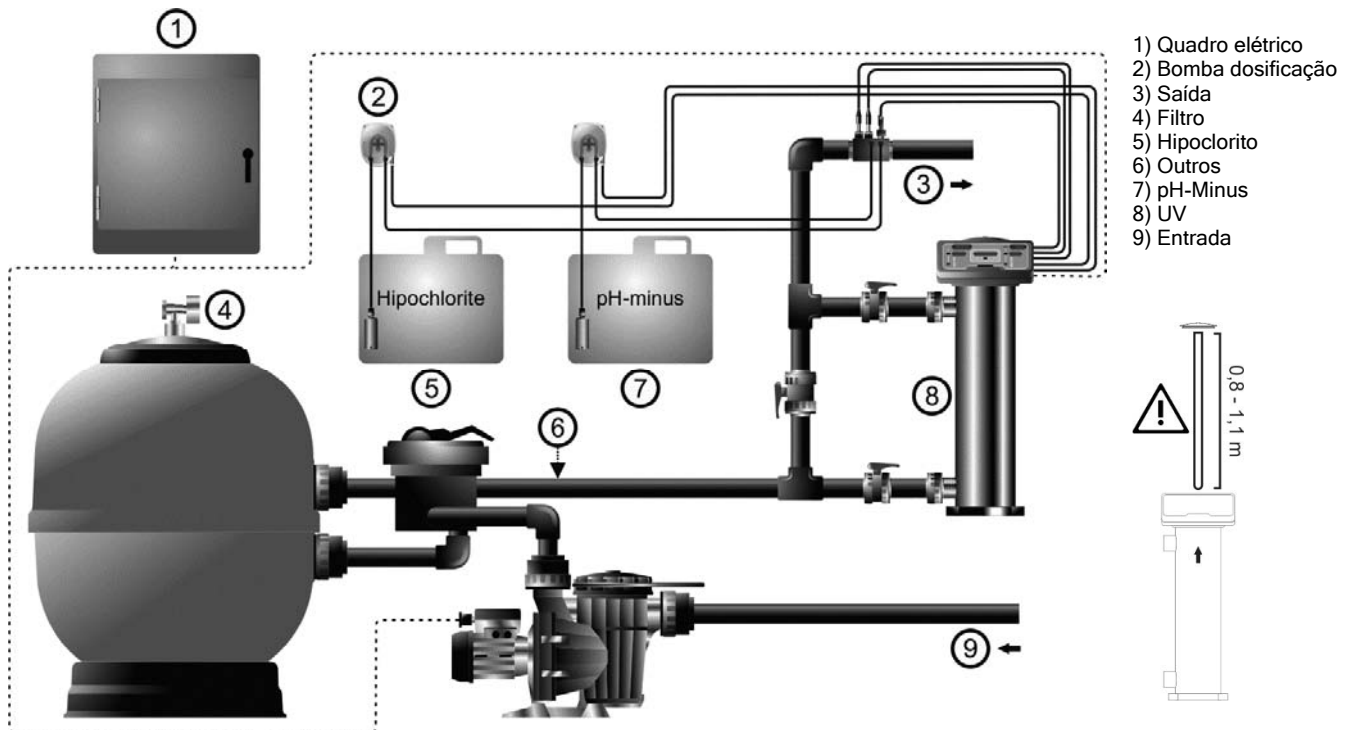
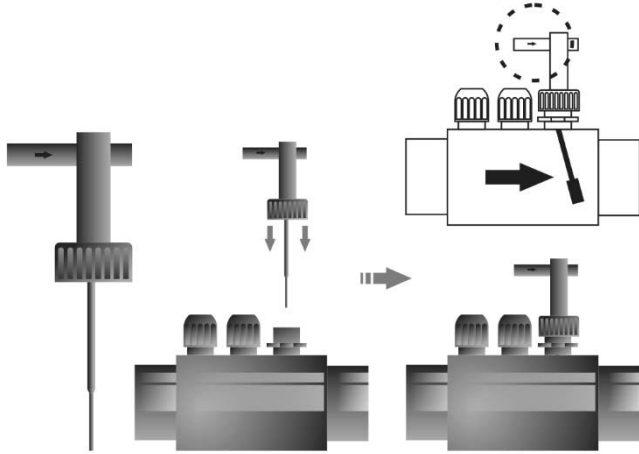
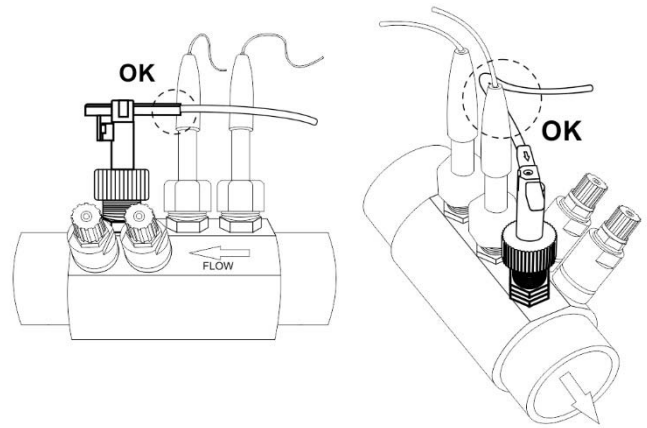

Fig. 1
Fig. 2b
Fig. 3b
O sistema UV LP/LP+ deve ser sempre instalado de forma VERTICAL e sobre o solo, como mostra o diagrama de instalação recomendada (Fig. 1). Para garantir o seu bom estado de conservação, deve procurar instalar-se sempre o equipamento num lugar seco e bem ventilado da casa das máquinas. O grau de estanqueidade do sistema UV LP/LP+ não permite a sua instalação ao ar livre.
1. Cole o portassondas (pvc d63) fornecido numa secção da tubagem situada atrás do by-pass UV (fig.1). O portassondas deverá ser instalado sempre na posição horizontal relativamente ao solo (ver Fig. 2b), de forma a que as entradas roscadas (1/2" G - 3/8" G) fiquem sempre acessíveis para a posterior instalação da injeção: pH-Minus + hipoclorito (ver fig. 3b).
2. Instale o detetor de fluxo (fluxostato) fornecido sempre de forma vertical no portassondas (Fig. 2b).
3. Existe uma seta marcada na cabeça do detetor de fluxo. Certifique-se de que a seta aponta na direção do fluxo da água (Fig. 2b e 3b).